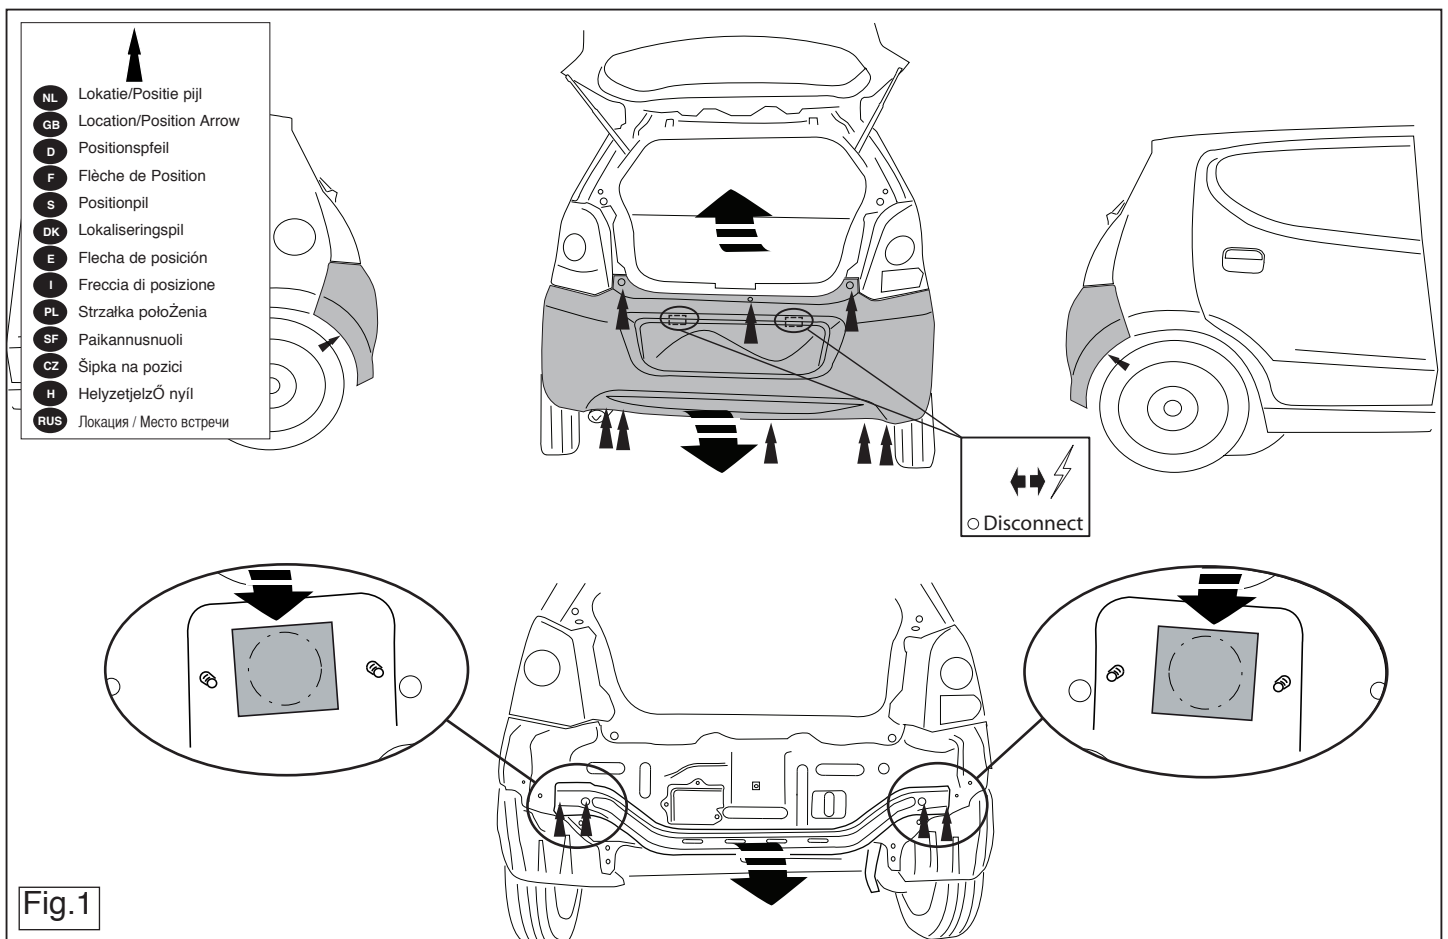

Fig.1
2. Demonteer de bumper inclusief de stalen stootbalk van het voertuig, de stootbalk wordt niet meer gebruikt. Plak de vrijgekomen gaten met tape at. (Zie fig. 1).
2. Remove the bumper and the steel buffer beam from the vehicle. The buffer beam will no longer be needed. Cover the exposed holes with tape. (See fig. 1)
2. Die Stoßstange einschließlich des stählernen Stoßbalkens vom Fahrzeug abmontieren. Der Stoßbalken wird nicht mehr benötigt. Die freigekommenen Löcher mit Tape zukleben. (siehe Abb. 1)
2. Demontera stöttåtgången inklusive stötranden av stål från fordonet, stötranden för faller. Täck över de frilagda hålen med tejp. (se fig. 1)
2. Déposer le pare-chocs du véhicule y compris la traverse en acier la traverse ne sera plus utilisée. Boucher les trous libérés avec du ruban adhésif. (voir la fig. 1)
2. Demonter kofangeren, inklusive køretøjets stålstødbjelke. Denne bliver overflødig. Sæt et stykke tape over de fremkomne huller. (Jævnfør fig. 1)